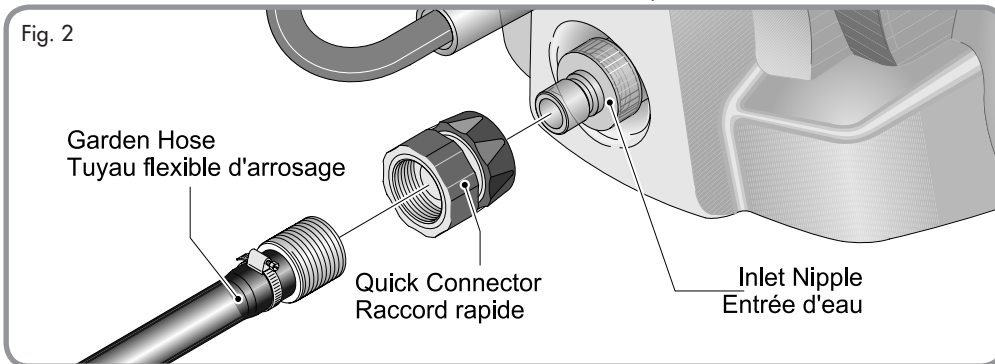

Fig. 2
(shown on page 13, figure 2)
- 12 Raccord d'entrée (installé en usine) (illustré en page 13, figure 2)
Before connecting, run water through the garden hose (not supplied) to flush out any foreign matter. Attach garden hose to the pressure washer water inlet connection (Fig. 2). If your water source is a well, the garden hose length can only be 30 ft. Max.
Avant d'effectuer le branchement, faire couler l'eau du boyau d'arrosage (non fourni) afin d'en extraire tout matériau étranger. Brancher le boyau de jardin au raccord d'entrée d'eau du dispositif de lavage sous pression. (Fig. 2) Si votre source en eau est un puits, la longueur du boyau à jardin pourra être seulement 30 pieds max.